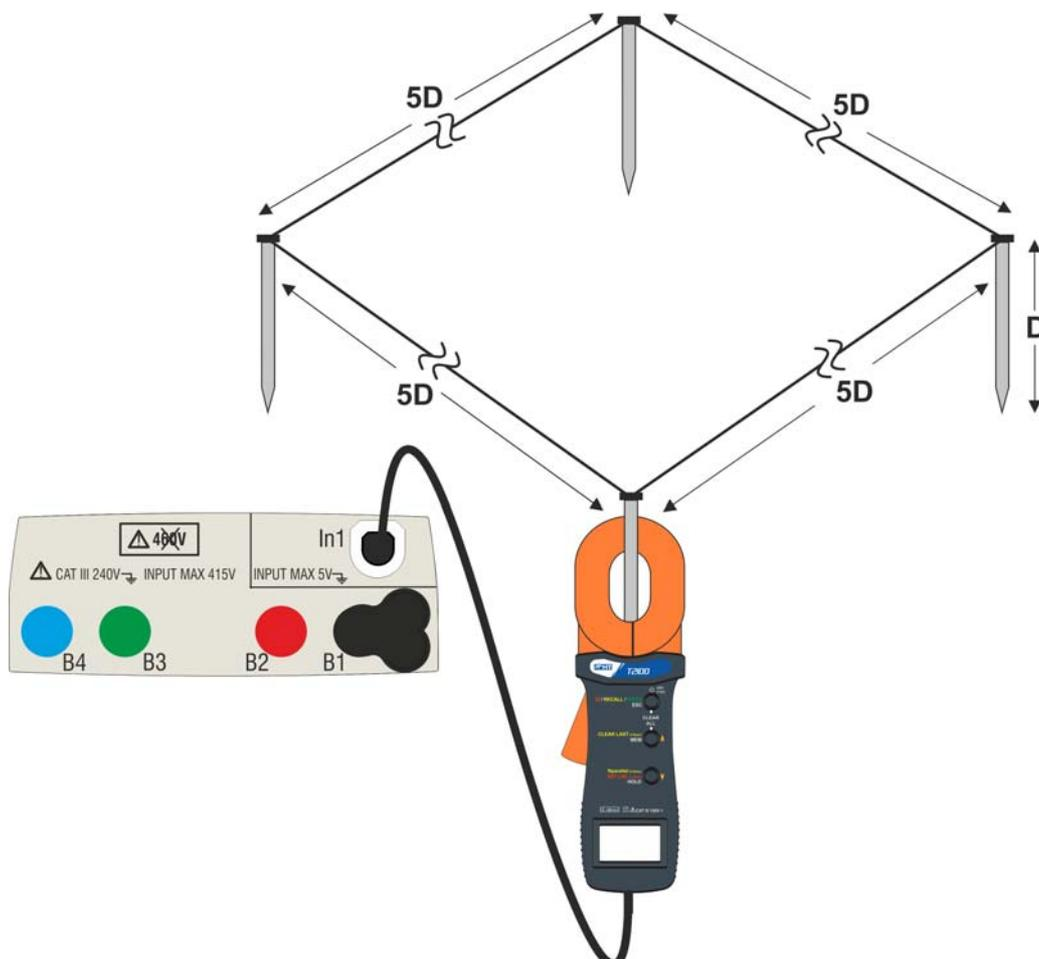

Fig. 30: Misura resistenza dispersori singoli con pinza T2100
La misura eseguita dalla pinza T2100 è utilizzabile per la valutazione di resistenze di singoli dispersori nell'ambito di un impianto di terra senza necessità di scollegamento degli stessi, **nell'ipotesi che essi non si influenzino tra loro** (vedere Fig. 30)
4. Collegare la pinza al primo dispersore della rete di terra considerata come mostrato nella Fig. 30. Notare il valore della resistenza nel campo **R ** e premere l'icona  per inserire tale valore nel calcolo della resistenza parallelo e incrementare il parametro **N ** di una unità (**N ** =1)